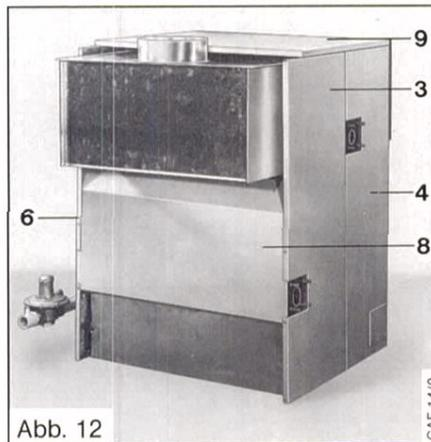

Abb. 12
Mantelblech, hinten (8) mittels 4 Blechschrauben mit Blech (3) links und Blech (6) rechts verschrauben, Abb. 12.
4 Fassonschrauben in Mantelblech, oben (9) einschrauben und auf die Bleche (3) und (4) links sowie auf die Bleche (5) und (6) rechts auflegen. Fassonschrauben müssen in die dafür vorgesehenen Öffnungen einrasten. Abb. 12.